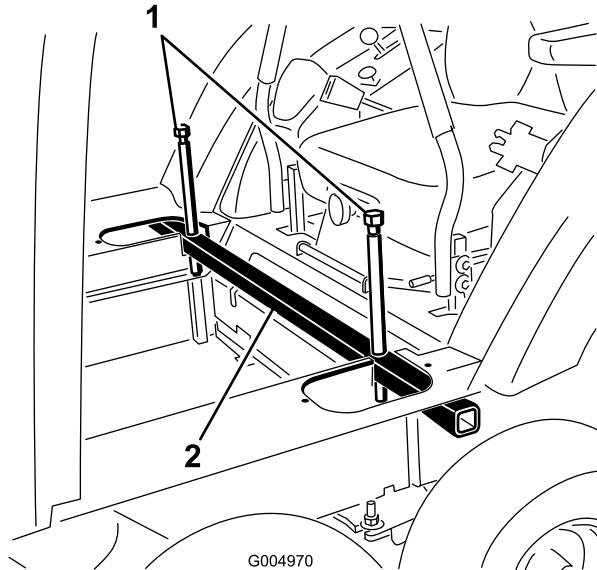

**Figure 23**
9. Insérez un support en caoutchouc sur chaque support de la cabine, aux points de montage arrière (Figure 23).